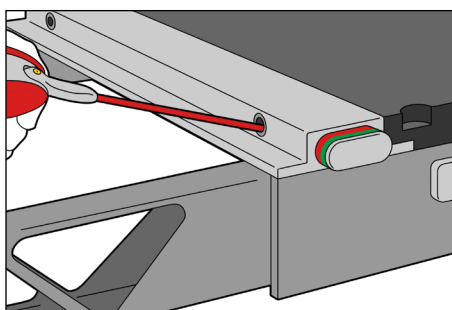

Fig. 4
4. Use lubrificante spray nos orifícios de encaixe. (Fig. 4)
6. Use lubrificante spray nos orifícios de encaixe novamente. (Fig. 4)